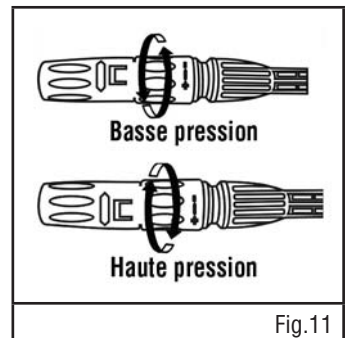

Fig.11
2. Ajustez la buse à une basse pression pour appliquer le détergent. (Fig. 11)